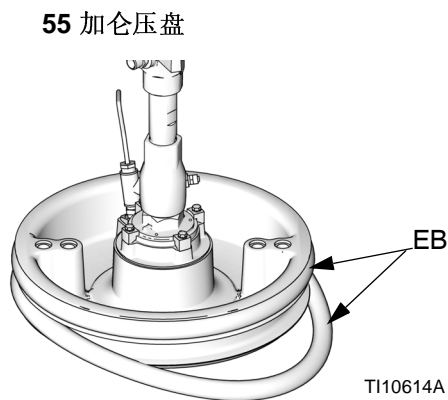

图 34
1. 使用木质或塑料工具以防损坏刮环 (EB)，清洗掉密封槽上的所有涂料。
2. 从底部开始操作，将一根刮环 (EB) 弯出压盘 (AD) 背面。参见图 34。
3. 将刮环 (EB) 插入顶槽中，让刮环前部进入槽中。
4. 如果使用 55 加仑的压盘，则将第二个刮环 (EB) 插入下部凹槽，然后将刮环的前部插入凹槽中。